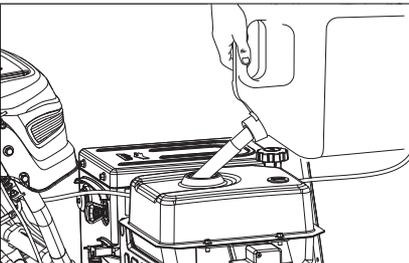

Figure 16
2. Ajoutez du carburant jusqu'à la limite inférieure du niveau de carburant dans le col du réservoir. Ne faites pas déborder le réservoir. Essuyez le carburant renversé avant de démarrer la souffleuse à neige. (Fig. 16).